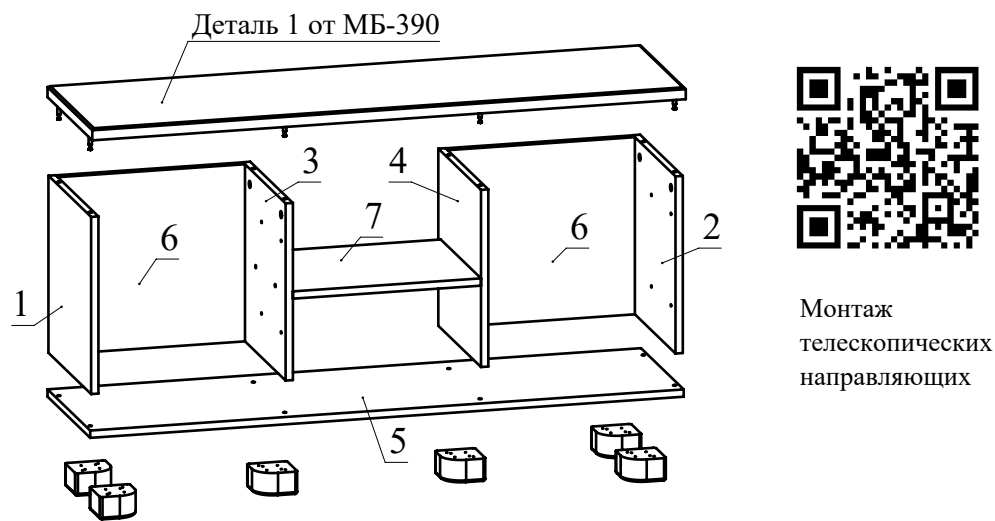

Рис.6
5. При помощи конфирматов соедините детали 3 и 4 с деталью 7 (Рис. 6).
6. Соедините при помощи конфирматов деталь 5 с деталями 1, 2, 3, 4 (Рис. 6).